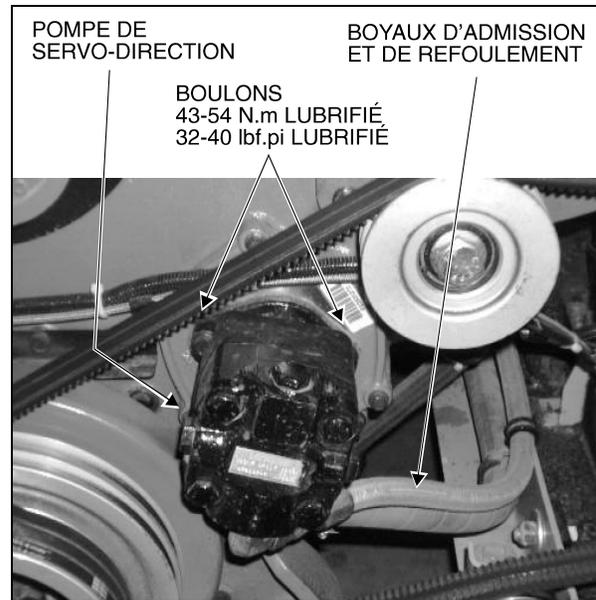

FIGURE 1
Ouvrir la (les) porte(s) du compartiment moteur, localiser la pompe de servo-direction (Fig. 1), et inspecter la région du joint entre le moteur et la pompe. Si une fuite d'huile est détectée, procéder à l'étape B de ce bulletin, sinon, ne pas en tenir compte.
2. Dévisser les deux boulons (Fig. 1) retenant la pompe de servo-direction et retirer celle-ci sans déconnecter les boyaux d'admission et de refoulement.